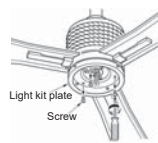

Fig.24
Paso 4: Conecte los cables entre el ventilador y la unidad LED con los conectores (Fig.24&25).